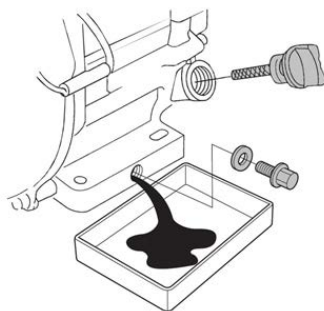

Рис. 22 Замена масла в двигателе
2. Очистите от загрязнений зону вокруг маслосаливной горловины. Извлеките крышку-щуп из маслосаливной горловины (Рис. 22) и протрите щуп чистой ветошью.
3. Открутите пробку для слива масла и слейте отработанное масло в подготовленную для этого емкость (Рис. 22).